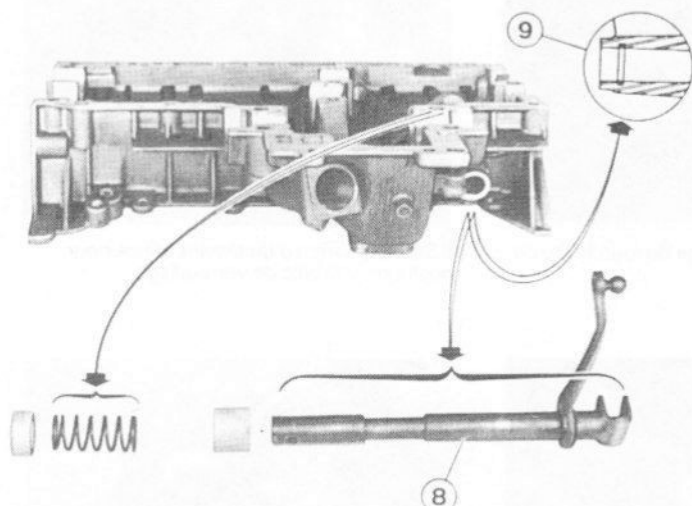

Fig. 6.29 Barre de commande à distance (8) et joint d'huile de carter (9) (Sec 8)
17 Déposer la barre de commande à distance (8) et extraire le joint d'huile (9), Fig. 6.29.